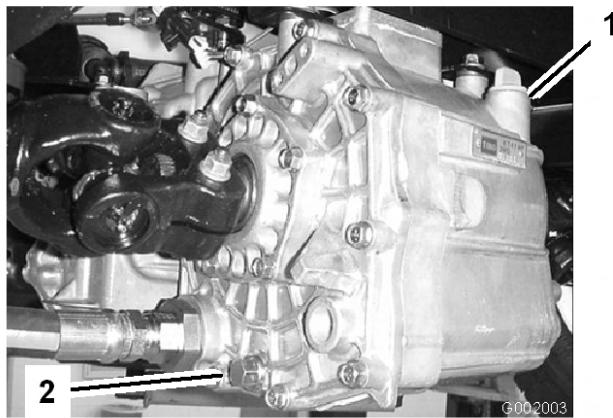

Figura 65
3. Togliete la valvola di spurgo situata sul fianco del serbatoio e lasciate defluire il fluido idraulico nella bacinella (Figura 65).